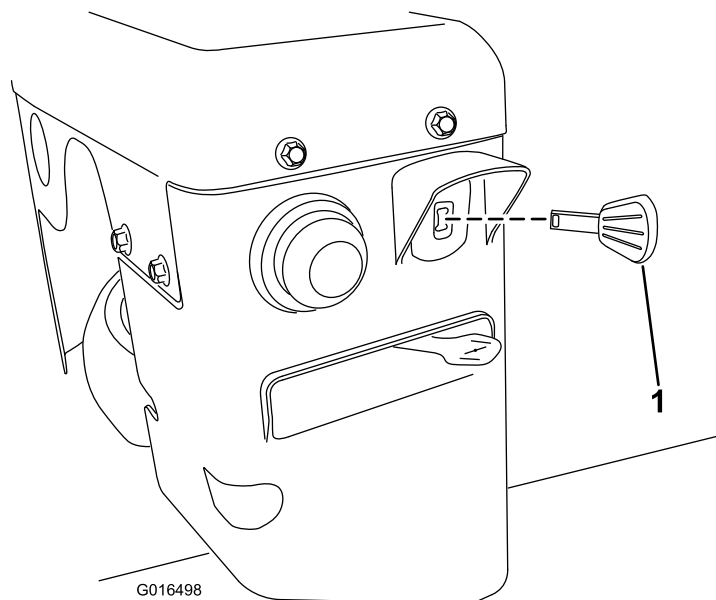

Figura 22
3. Inserite la chiave di accensione fino in fondo (Figura 22).